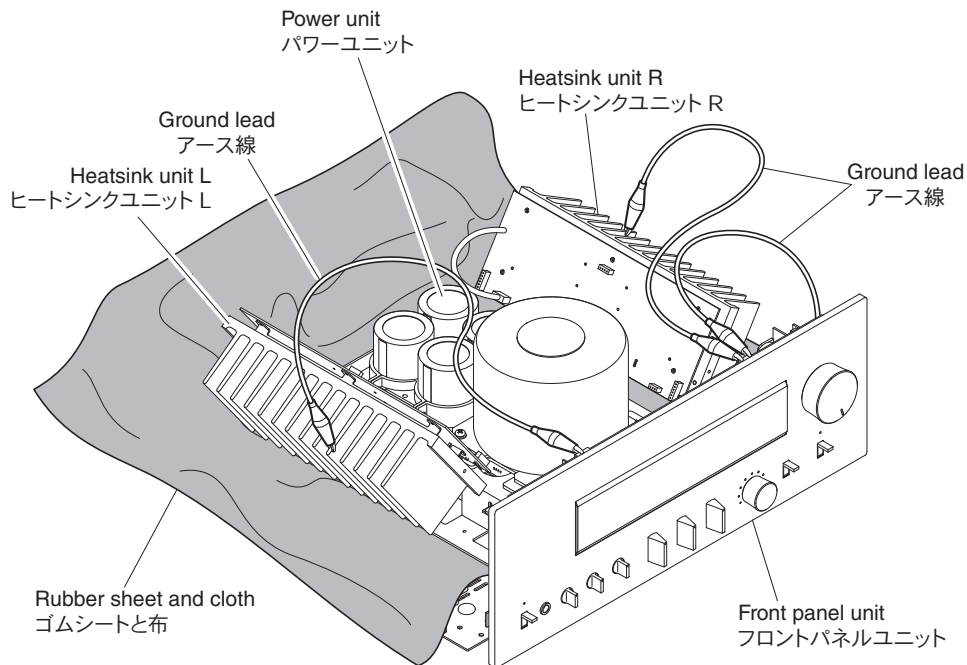

Fig. 10
- Put the rubber sheet and cloth over this unit. Then place the P.C.B. slantingly on the cloth and check it. (Fig. 10)
- Connect the front panel unit, heatsink unit L and heatsink unit R to the chassis with a ground lead or the like. (Fig. 10)
- 本機の上にゴムシートと布を敷き、その上に P.C.B. を斜めに置いてチェックします。(Fig. 10)
- フロントパネルユニットとヒートシンクユニット L、ヒートシンクユニット R をリード線等でシャーシに接続してください。(Fig. 10)